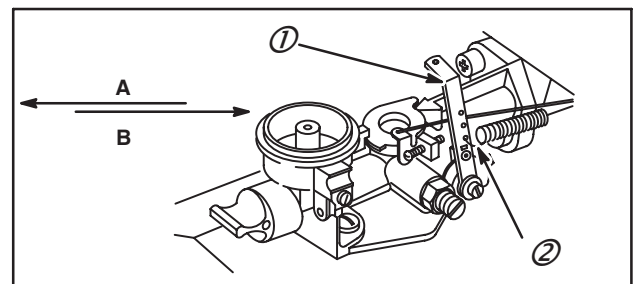

Fig. 16
Levier de réglage du régime (1) avec ressort dans trou N° 1 (2), Fig. 16.